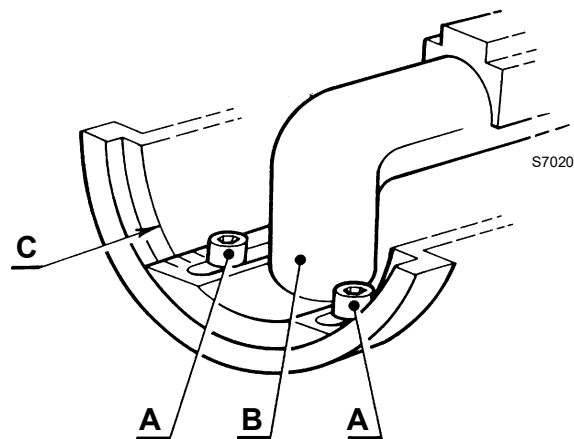

Fig. 10
- aflojar los dos tornillos A)(Fig. 10), desplazar el codo B) de manera que el plano trasero del manguito C) coincida con la marca deseada;
- aflojar los dos tornillos A)(Fig. 10) sin quitarlos;